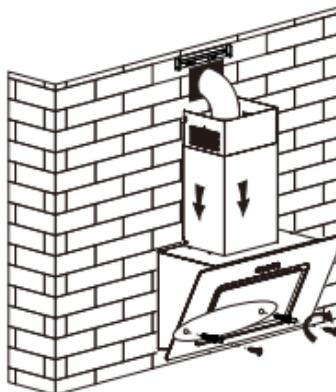

Рис. 6
8. Прикрепите кожух к вытяжке, используя 2 винта ST4x8 мм. Закрепите внешний кожух на стене, используя 2 винта ST4x40 мм. Одновременно вытащите воздуховод из кожуха и подключите его к вентканалу. См. Рис. 6.